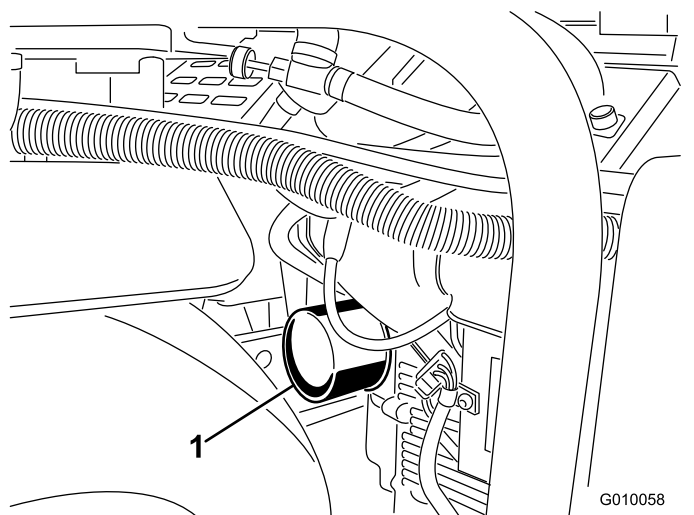
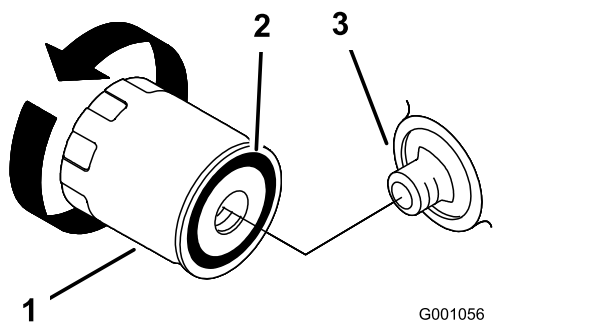

図 48
図 49
5. オイルを受けられるように、フィルタの下に浅い容器を置く(図 48)。
6. オイルフィルタ 図 48と 図 49を外し、フィルタのアダプタガスケットの表面をきれいに拭く。